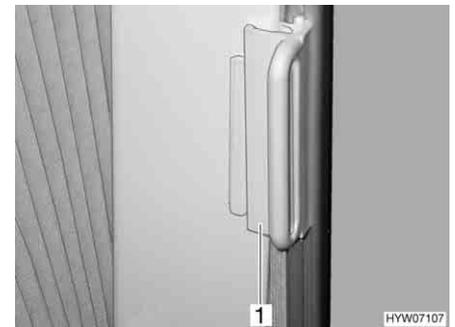

Fig. 28 Dispositivo di bloccaggio per la tendina oscurante pieghevole
- Spingere l'impugnatura (Fig. 28,1) fino al sopralzo. La tendina oscurante pieghevole è ora bloccata.